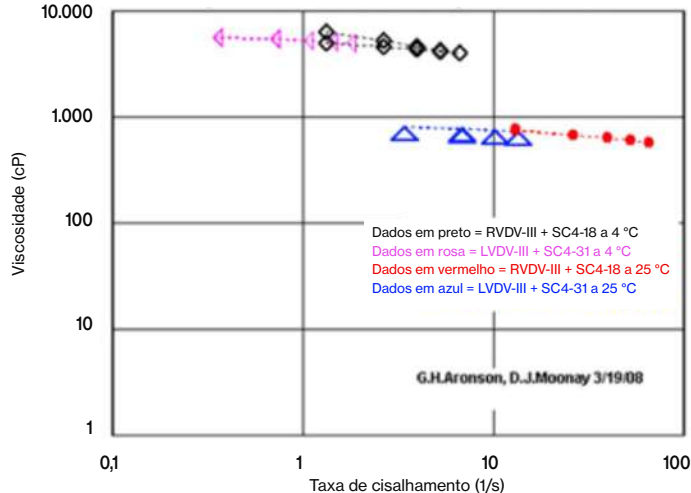

Figura 3: Calda para panquecas a 4 °C e a 25 °C, análise de viscosidade vs. taxa de cisalhamento, 1/s (escala logarítmica de 10).
- Figura 3: A escala log-log das análises de viscosidade vs. taxa de cisalhamento fornece uma comparação mais clara em uma ampla faixa, evidenciando uma faixa de viscosidade maior a 4 °C.